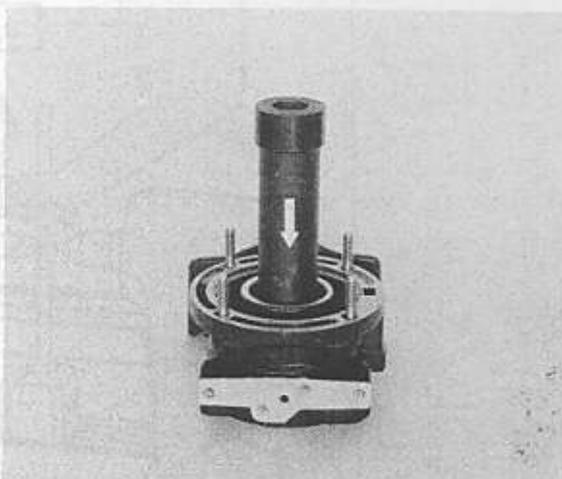

Fig. 29
6. Using the tool, Part No. 702.856, press out the two ball bearings (Fig. 29).
6. Con l'ausilio dell'attrezzo Part. No. 702856 togliere i due cuscinetti (Fig. 29)